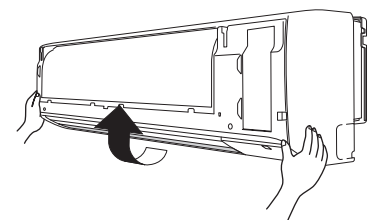

Abb. 3-16
- (6) Das Gitter in Pfeilrichtung anheben, zu sich ziehen und entfernen. (Abb. 3-16)